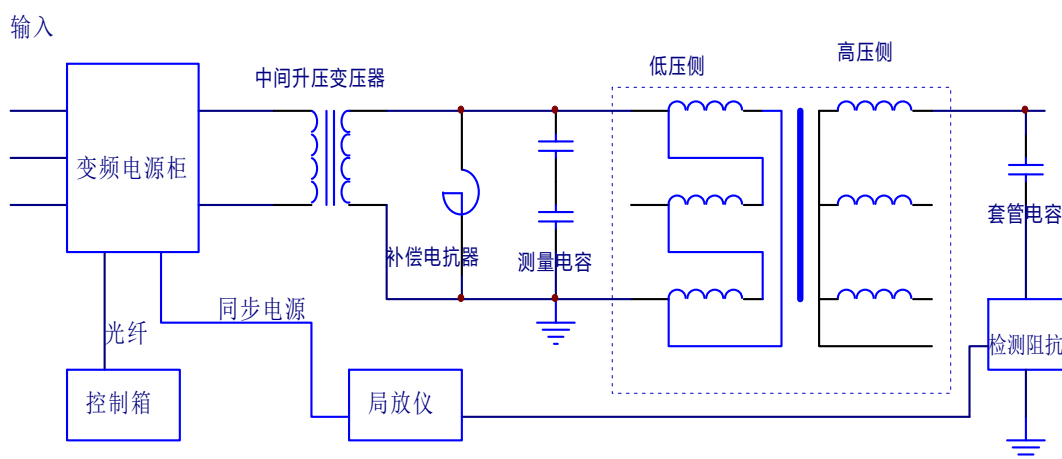

图 31 变频电源装置进行局部放电试验接线图
9.1.1 按照图 31 方式接好试验回路，确认无误后方可进行试验。先不接上被试品(包括补偿电抗器)进行空载升压试验，此过程可以校准试验电压，试验电压可以在测量电容上获取。接上被试品后，试验过程中，预先将频率调节至 150Hz。合闸后，升压至 20V 左右。然后调节频率，观察输出电流的变化。先启动“频率粗调”，当输出电流减小，就表明频率调节的方向正确；按照这个方向调节，在接近试验频率时，可以启动“频率细调”。直至电流最小，此时的频率就是试验频率（一般的，试验频率不要低于 100Hz）。然后升压到试验电压，在升压过程中要注意试验电流的变化，防止电流激增。适当时，可以微调频率。
9.1.2 在试验过程中，进行调频时，当输出电流没有明显变化。可以采取将试验频率设为 130~150Hz。或者在被试品的低压端添加补偿电抗器（图 31 所示），此时试验频率可能会高于 150Hz。